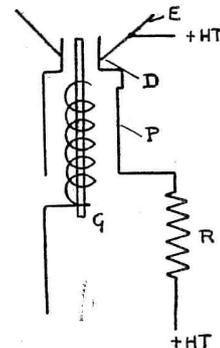

Fig. 5.
dispositif de déviation d'un faisceau cathodique. Les rayons sont produits par une cathode G, qui est aussi celle du tube amplificateur. La plaque P comporte des prolongements D placés dans le faisceau cathodique. Ce dernier illumine un écran E relié directement à la source de haute tension. Une résistance élevée R est en série dans le circuit plaque (fig. 5).
R. Il en résulte que l'anode et, par conséquent, D sont à une tension négative par rapport à l'écran lumineux. Les faisceaux cathodiques sont donc vivement repoussés par D et il existe une zone obscure assez large sur l'écran (fig. 5 bis).
Fig. 5 bis.